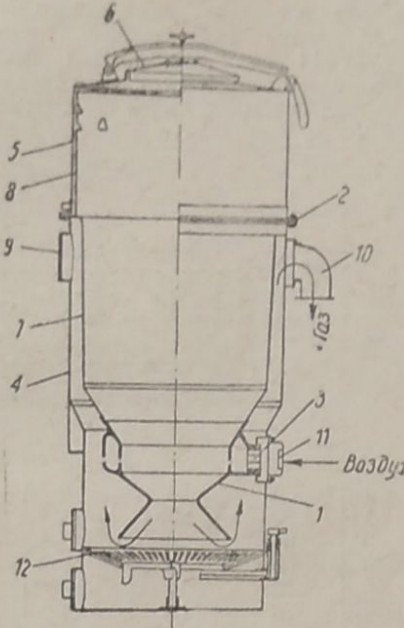

Рис. 3
Газогенератор (рис. 3) ЛС-III—обратного процесса горения. Воздух, поступающий для горения топлива, не подогревается, а холодным входит в зону горения. Генератор изготовлен из листовой стали толщиной 1,5 мм. Топливник (1) цельнолитой из углеродистой стали. Генератор путем отвинчивания болтов шва (2) и одной футорки (3) разбирается на три части: наружный (нижний) кожух (4), верхнюю часть (5)—бункер с конденсатором (8) (для отвода паров воды), с загрузочным люком (6), и среднюю (внутреннюю) часть (7) с топливником (1).